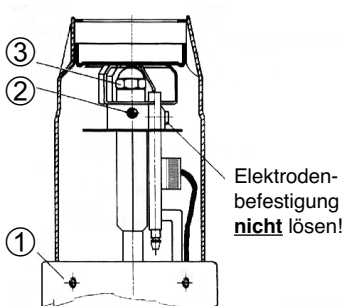

Abb. 2: Einbau der Öldüse
- Brennerrohr durch Lösen der Gewindestifte (① in Abb.2) mit Innensechskant SW 3 abziehen.
- Vordere Schraube (② in Abb.2) lösen und Mischkopf komplett mit Zündelektroden vom Düsenhalter ziehen.
- Gewählte Öldüse (③ in Abb.2) mit Sechskantsteckschlüssel oder Gabelschlüssel SW 16 und SW 19 fest einschrauben. Die Dichtflächen dürfen nicht beschädigt sein!